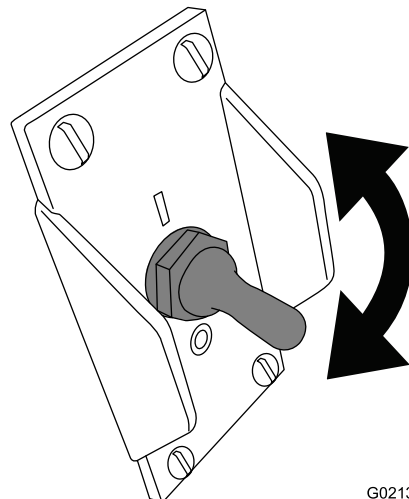

Figure 7
1. Pour démarrer le moteur, **relevez** la commande Marche/Arrêt en position Marche (Figure 7).